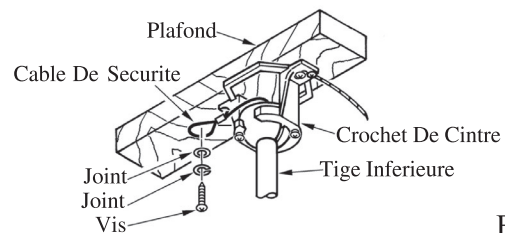

FIG.8
3. Installer le câble de sécurité dans la structure d'immeuble (Voir fig.8)